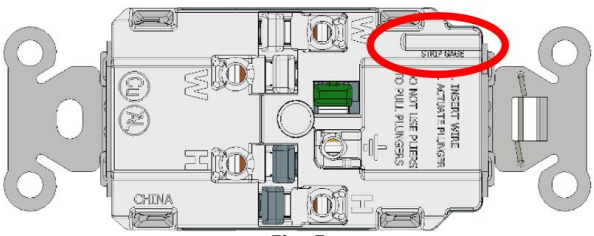

Fig. 5
- Strip conductor according to the strip gage in Fig. 5 (9/16”).
- 1. Dénuder le conducteur selon le gabarit de dénudage de la Fig. 5 (9/16 po).
- 1. Pele el conductor según el calibre de pelado de la Fig. 5 (9/16").